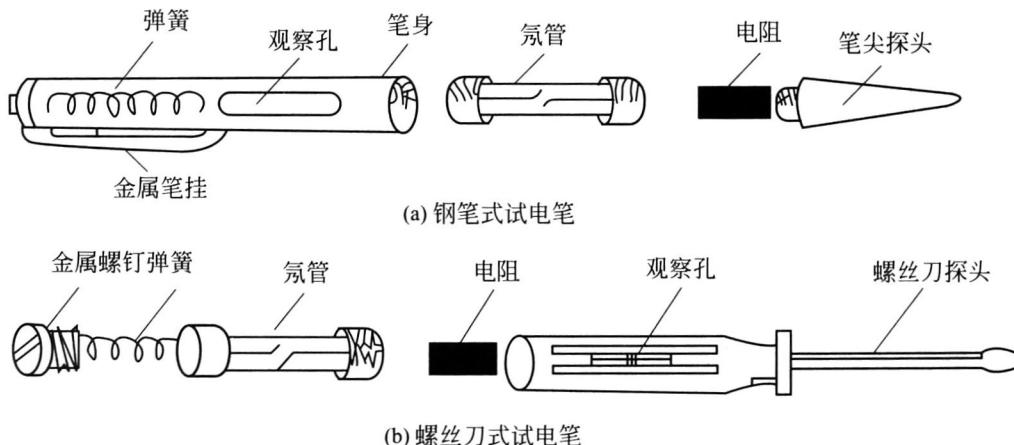
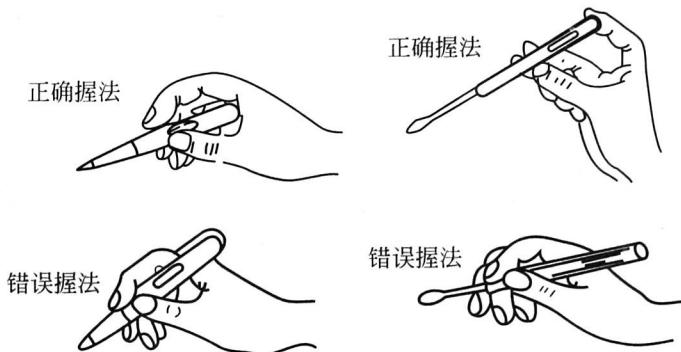

图 1-1 试电笔
图 1-2 试电笔使用方法
(1) 电工常用工具
① 试电笔 常用的低压验电器又称试电笔，检测电压范围一般为 60~500V，常做成钢笔式或螺丝刀式，如图 1-1 所示。在使用试电笔时，必须手指触及试电笔尾部的金属部分，并使氖管小窗背光且朝向自己，以便观测氖管的亮暗程度，防止因光线太强造成误判断，其使用方法如图 1-2 所示。